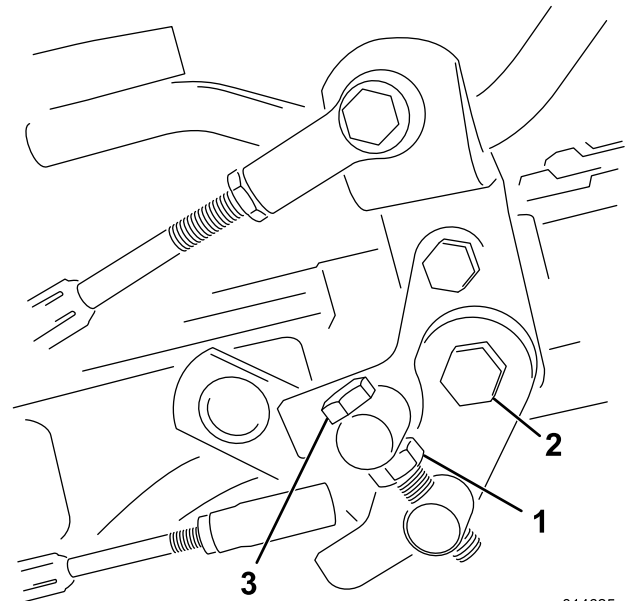

Figura 54
1. Afloje la contratuerca del tornillo de caperuza del muñón (Figura 54).
4. Apriete la contratuerca del perno del muñón y la tuerca de la articulación del pedal para bloquear el ajuste (Figura 54). Compruebe el funcionamiento, y vuelva a ajustar si es necesario.